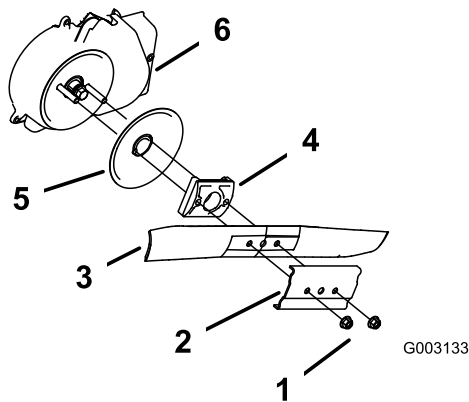

Figura 46
3. Retire las 2 tuercas de la cuchilla y el refuerzo (Figura 46).
4. Retire la cuchilla (Figura 46).
5. Retire el impulsor de la cuchilla y el disco protector del césped (Figura 46).
6. Retire el protector del sistema de frenado de la cuchilla (Figura 46).
10. Instale la cuchilla y el refuerzo con las 2 tuercas de la cuchilla que retiró anteriormente (Figura 46).